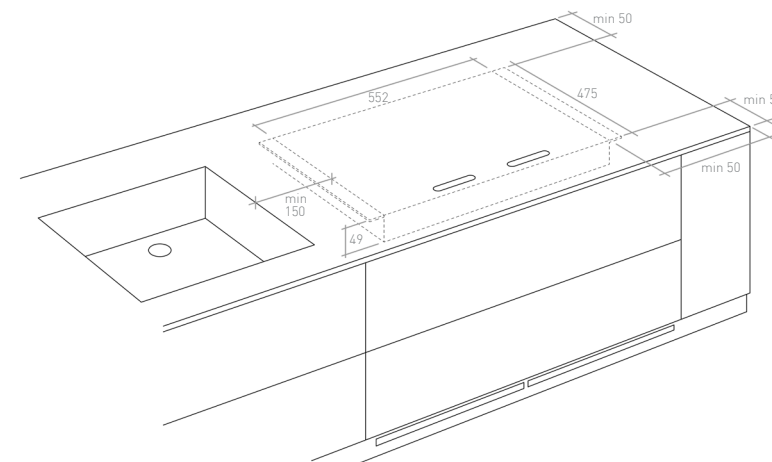

Abb. 1: Abmessungen des Induktionskochfeldes und Mindestabstände zu den Kanten (50mm) und Aussparungen (150mm) der Arbeitsplatte.
Hinsichtlich der Mindestabstände ist stets auf Abb. 1, Abb. 2, Abb. 3 und Abb. 4 auf den Seiten 15/16 Bezug zu nehmen.
2. Im Schutzschalter, Sicherungskasten oder Verteilerkasten die Kabel des Geräts und der Stromversorgung gemäß Abbildung 1 oder Abbildung 2 anschließen.